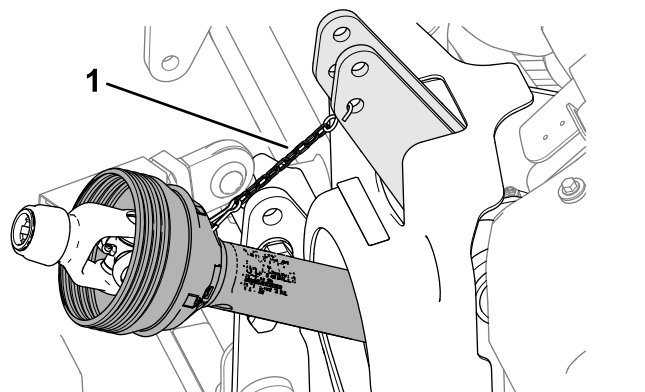

Figure 51
8. Soutenez l'arbre de transmission de la PDF en reliant la chaîne de la protection entre la protection de la PDF et la machine (Figure 51).